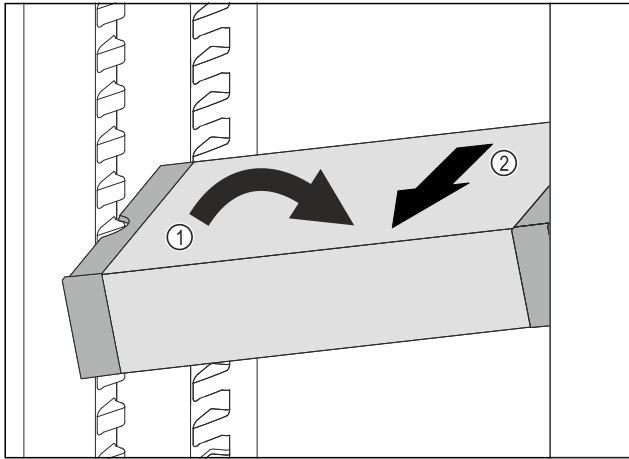

Fig. 114
► 在冷藏区中倾斜 VarioSafe。Fig. 114 (1)
► 向前取出 VarioSafe。Fig. 114 (2)